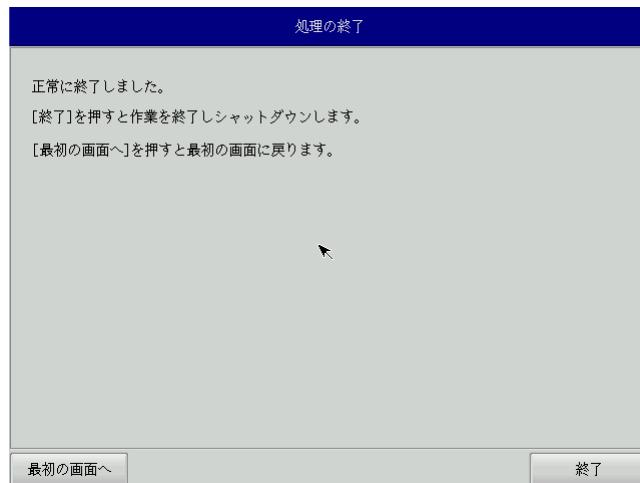

図 5-3-8. 終了画面
- ⑬ 終了画面（図 5-3-8）が表示されるとバックアップ作業は完了です。[終了]ボタンを押して電源を落してください。